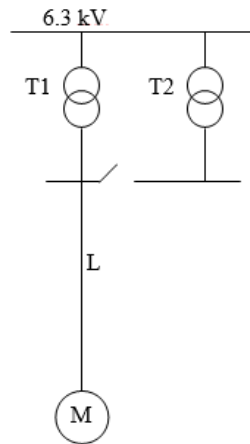

Figura 2: Diagrama unifilar del problema 2.
El esquema de la figura 2 representa una instalación donde un motor es alimentado desde una estación de transformación a través de un cable (L) de 150 metros de longitud. Se debe estudiar la posibilidad de arrancar en forma directa la máquina para lo que se evaluará la caída de tensión en un arranque de este tipo.